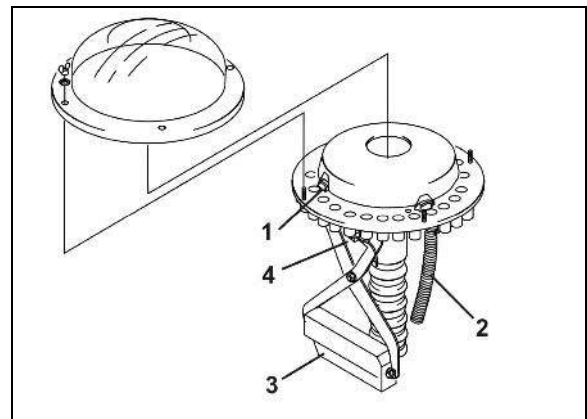

Рис. 47
- устройство для установки технологической колеи закрывает в распределительной головке посредством заслонки (Рис. 47/1) дозировку к семяпроводам (Рис. 47/2) сошников техколеи;
Подача посевного материала к сошникам технологической колеи прерывается, как только электромотор (Рис. 47/3) закрывает соответствующие семяпроводы (Рис. 47/2) в распределительной головке.
Датчик (Рис. 47/4) проверяет, надлежащим ли образом работают заслонки (Рис. 47/1), открывающие и закрывающие семяпроводы (Рис. 47/2).